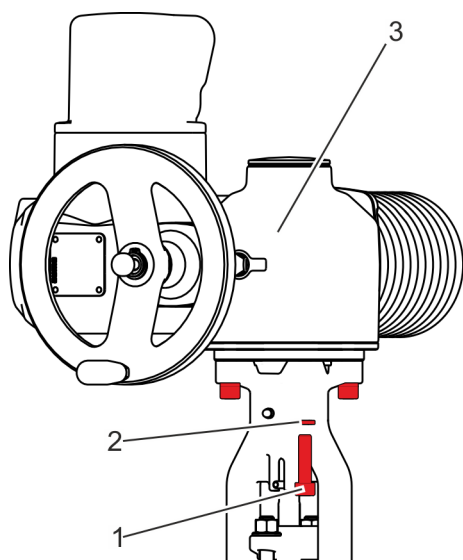

Fig. 35: Retirar los tornillos
2. ➤ Suelte los tornillos de fijación (Fig. 35/1) del accionamiento eléctrico (Fig. 35/3) y retírelos junto con las arandelas (Fig. 35/2).
3. ➤ Desmonte el accionamiento eléctrico (Fig. 35/3) y almacénelo fuera del área de trabajo.